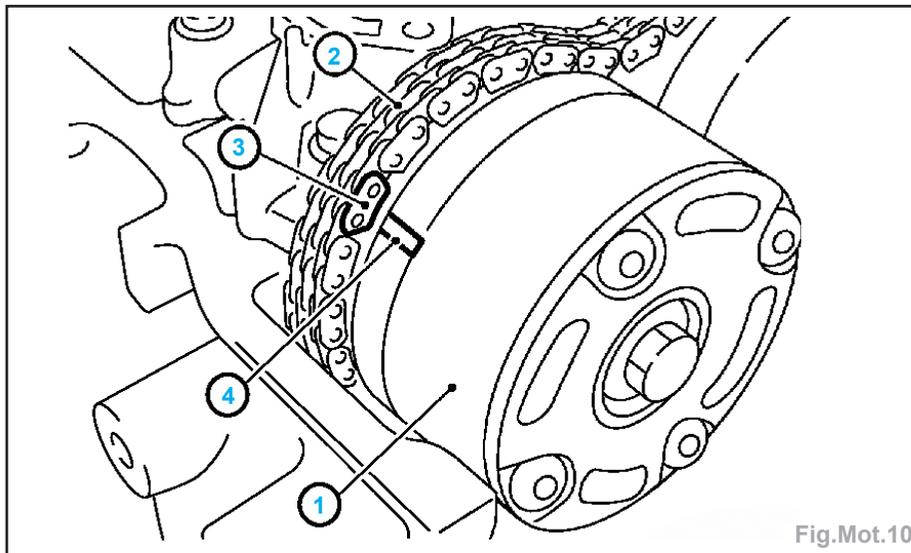

Fig.Mot.10
- reposer la chaîne de distribution (2) en alignant son repère d'alignement (3) (apposé lors de la dépose de la chaîne de distribution) sur le repère (4) de la roue crantée de l'arbre à cames (1) (Fig.Mot.10),